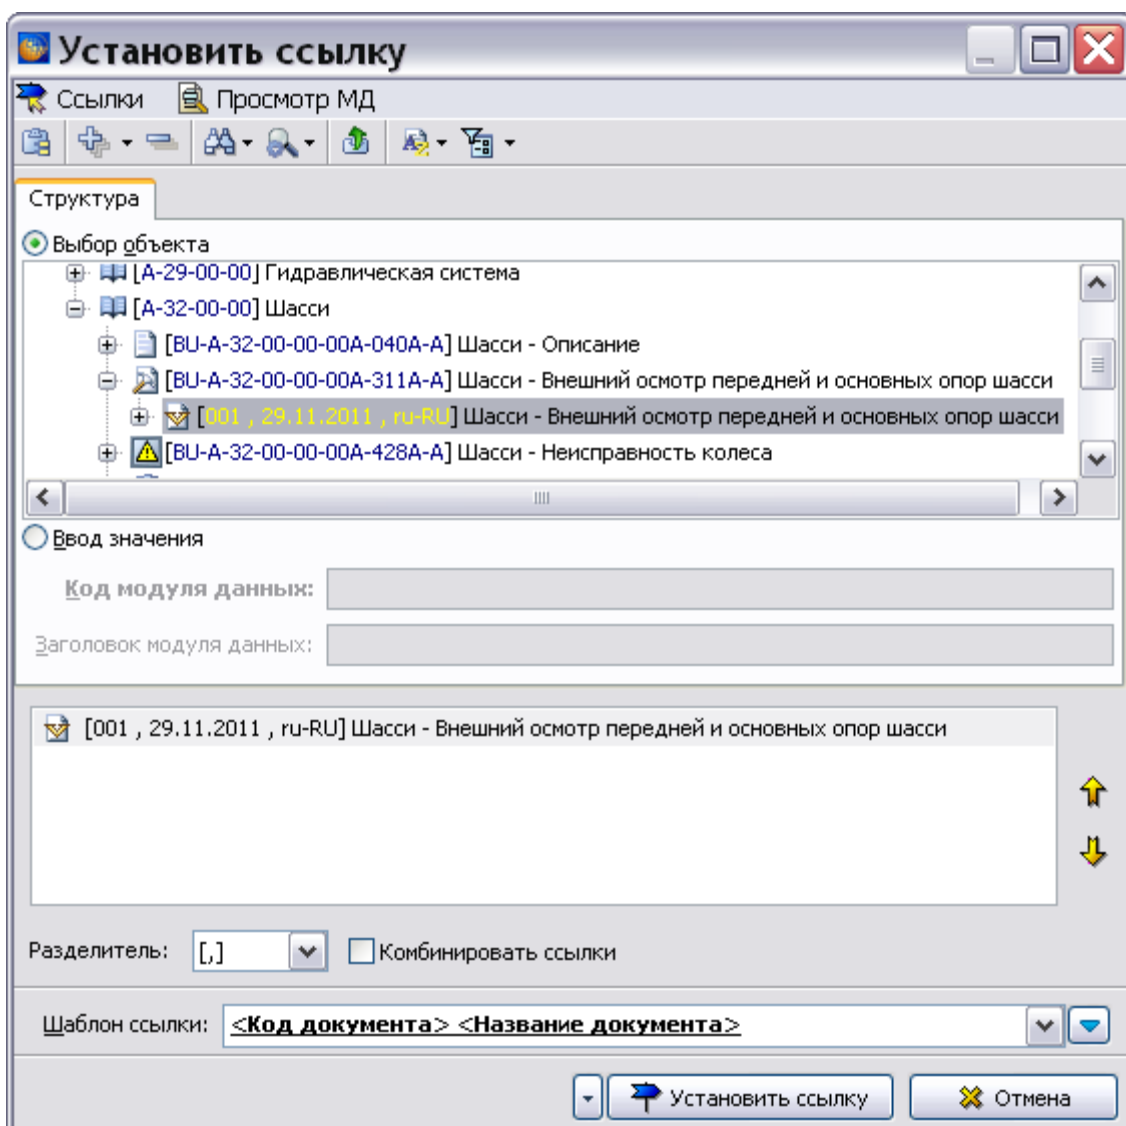

Рис. 5.220
2. Из выпадающего списка кнопки **Ссылки и поля**  выберите пункт **Вставить внешнюю ссылку**. При этом появится диалоговое окно **Установить ссылку** (Рис. 5.220).
3. Имеется возможность вставить внешнюю ссылку на имеющийся МД (при включённой радиокнопке **Выбор объекта**) и на еще не созданный МД (при включённой радиокнопке **Ввод значения**). Имеющийся в проекте МД можно выбрать для ссылки в дереве проекта, для еще не созданного МД параметры вводятся вручную. В первом случае выделите версию МД в дереве проекта, например «Шасси - Внешний осмотр передней и основных опор шасси» (Рис. 5.220).